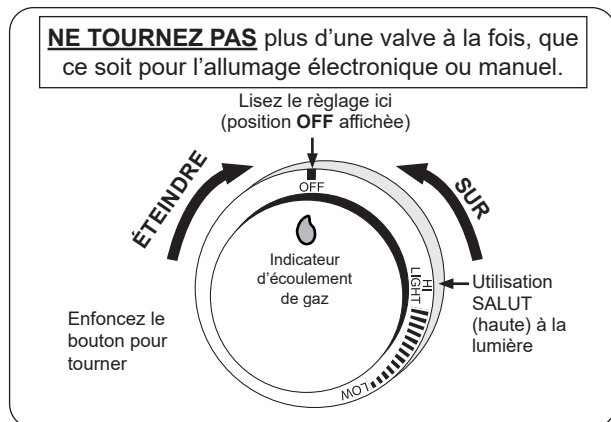

Fig. 36-1 Bouton de commande
**Pour votre convenance et sûreté ; quand le bouton de commande est tourné à la position de fonctionnement, l'indicateur d'écoulement de gaz changera de bleu en le rouge. (Le rouge indique l'écoulement de gaz.) Voir la Fig. 36-1.**
4. Appuyez sur le bouton de commande souhaité **pendant 5 secondes**. Assurez-vous que l'allumeur brille (à l'intérieur du tube d'éclairage), puis tout en appuyant, tournez le bouton dans le sens inverse des aiguilles d'une montre jusqu'à la position **HI LIGHT** (Fig. 36-1). Une fois le brûleur allumé, relâchez le bouton.